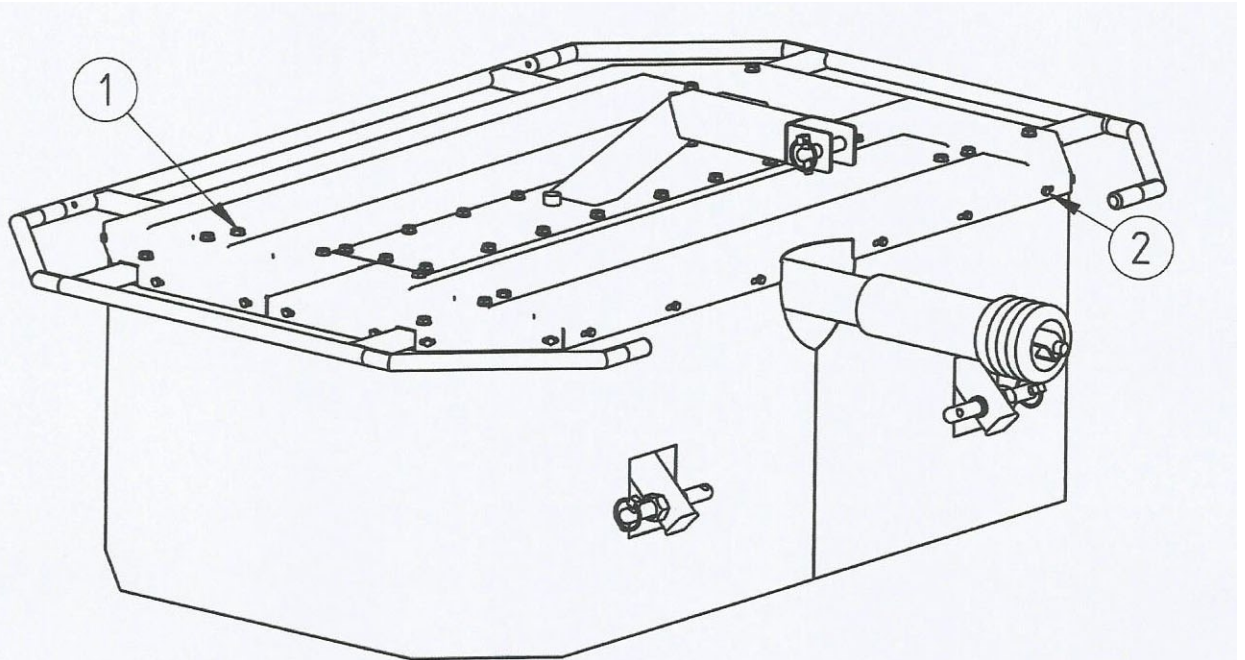

Abbildung 10. Montage der Abdeckungen.
- Ziehen Sie die Schrauben M10x25 (Abb. 10 Pos. 1) an dem Konstruktionsrahmen fest.
- Schrauben Sie die Abdeckung aus Zeltstoff mit den Schrauben M6x16 an die Abdeckung des Mähwerks fest (Abb. 10 Pos. 2).